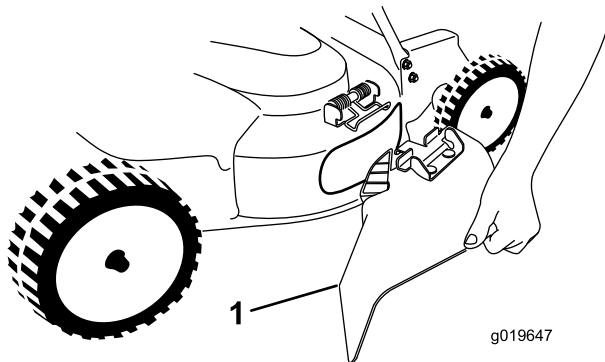

Figure 21
5. Pour monter l'éjecteur latéral (Figure 21), tirez sur le ressort, lacez l'éjecteur sur l'ouverture et abaissez le ressort sur les pattes en haut de l'éjecteur.